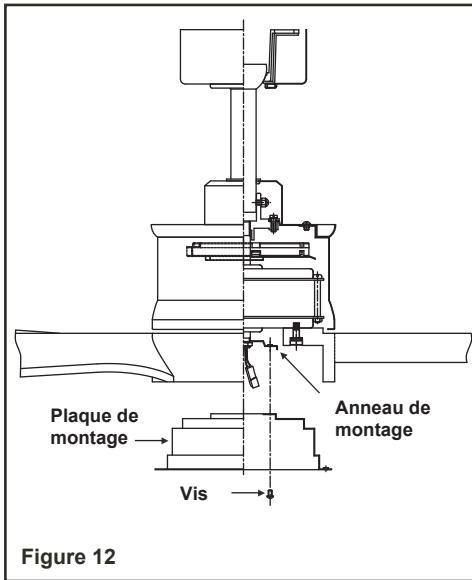

Figure 12
Étape 2. Placez les trous de serrure de la plaque de montage au-dessus des deux vis de l'anneau de montage préalablement desserrées, tournez la plaque de montage jusqu'à ce qu'elle se verrouille en place dans la section étroite des trous de serrure. Fixez en serrant les deux vis préalablement desserrées et en insérant puis serrant la vis qui avait été retirée. (Fig. 12)